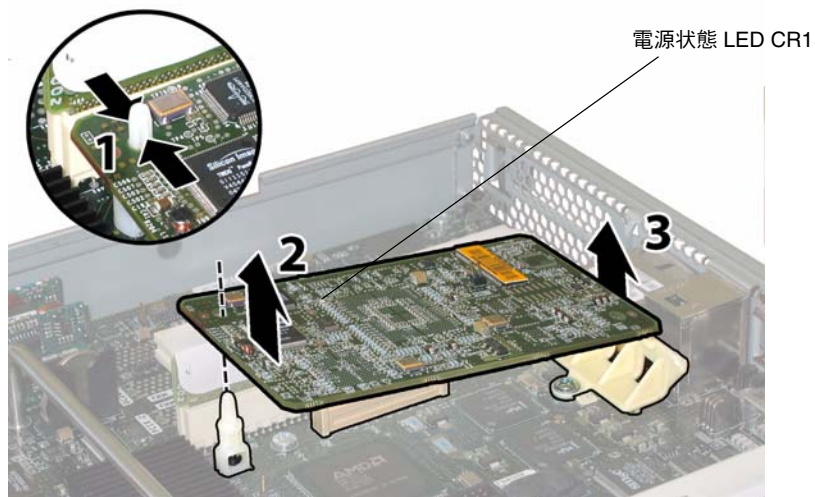

図 3-30 GRASP 基板の取り外し
4. **GRASP 基板** を通って突き出ているプラスチック製のスタンドオフをつまんで、スタンドオフのロックタブを押します。図 3-30 を参照してください。